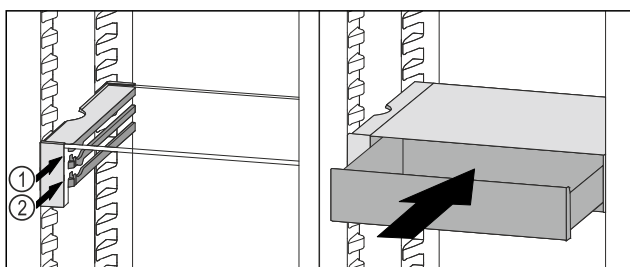

Fig. 85
- ▶ Nasadte zásuvku VarioSafe za zářezky na požadovaném žebro Fig. 85 (1) nebo Fig. 85 (2).